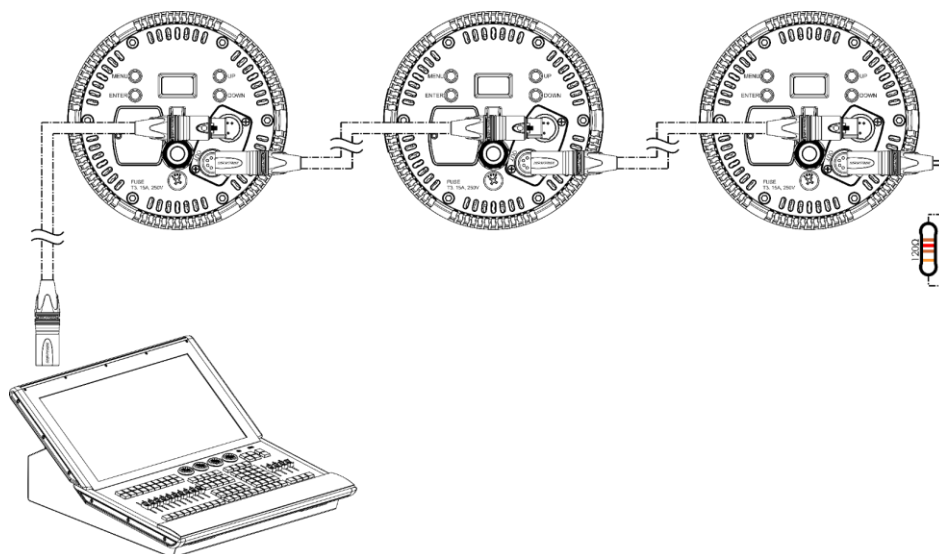

Abb. 14
- 03) Verbinden Sie die gewünschte Anzahl an Geräten auf diese Weise in Reihenschaltung hintereinander wie in Abb. 14 gezeigt.